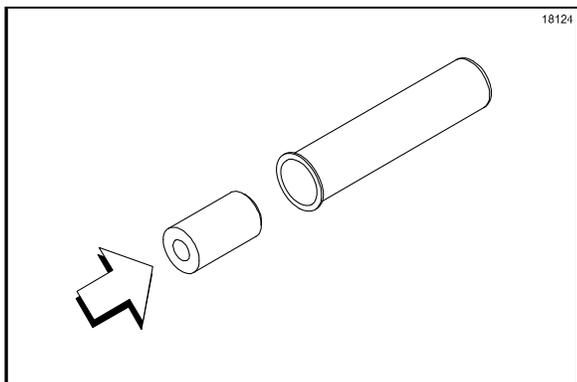

Figura 89
4. Instale la pieza de inserción del émbolo en el tubo del émbolo, de manera que el extremo de la pieza de inserción que tiene el borde biselado y el orificio más pequeño entre primero en el tubo del émbolo. (Vea la figura 89).